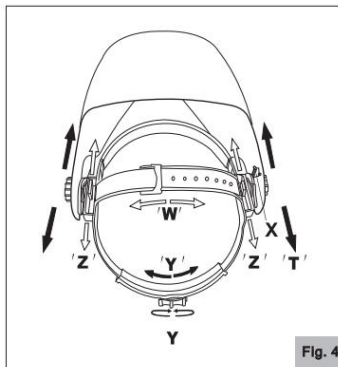

Fig. 4
**4. REGLAREA CĂȘTII (PATRU PĂRȚI)****4-1. Partea superioară a căștii (vezi reglajul „W” în fig.4)**
**4-2. Strânsoarea căștii (vezi reglajul „Y” în fig.4)**
**4-3. Reglarea distanței (vezi reglajul „Z” în fig.4)**
**4-4. Reglarea unghiului (vezi reglajul „X” în fig.4)**